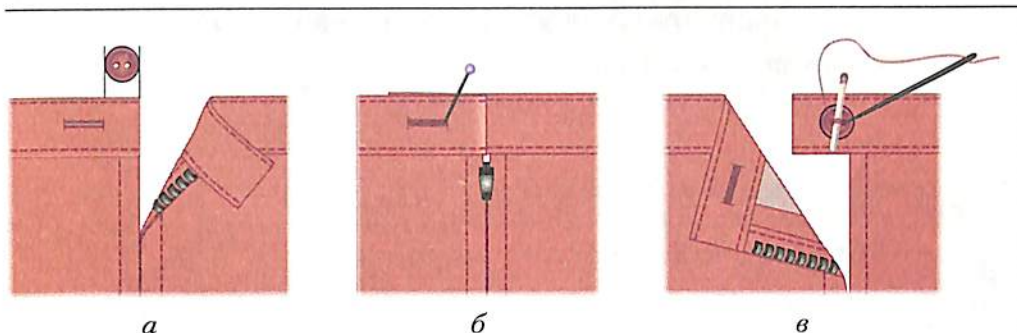

Рис. 71. Обработка застёжки юбки: а – изготовление прорезной петли; б, в – разметка места для пуговицы и пришивание пуговицы
8. Отстрочить пояс с лицевой стороны в край, прихватывая внутреннюю его часть и стачивая одновременно края припуска. При желании можно проложить вторую строчку – по сгибу вдоль пояса (рис. 71).
На правом конце пояса делают прорезную петлю. Начало петли находится на расстоянии от конца пояса, равном диаметру пуговицы (рис. 71, а). Длина петли равна диаметру пуговицы плюс высота пуговицы.
На припуске под застёжку размечают место пришивания пуговицы. Для этого застёгивают молнию, скалывают концы пояса. В начале прорезной петли в припуск пояса, предназначенный под застёжку, вертикально вкалывают булавку и осторожно продевают петлю через эту булавку (рис. 71, б). Пуговицу пришивают в том месте, куда вколота булавка. Пуговицу нужно выбрать плоскую, а пришить её следует с «ножкой» из ниток с помощью спички (рис. 71, в).